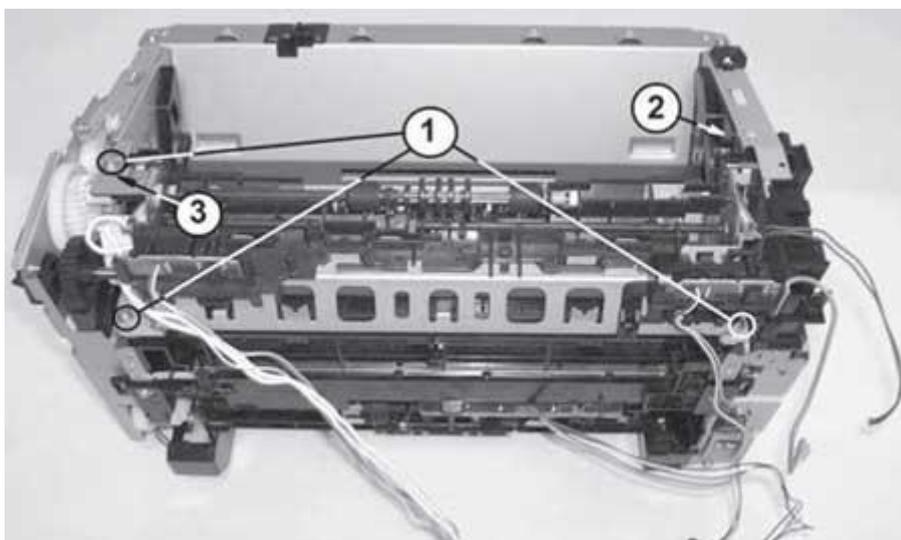

Рис. 9. Демонтаж узла термозакрепления
3. Устанавливают рычаги прижима в рабочее положение. Откручивают три винта крепления (рис. 9, поз. 1) и снимают узел термозакрепления в сборе. При снятии сначала приподнимают правую сторону до выхода пластмассовых фиксаторов из пазов (поз. 2). Затем приподнимают левую сторону до выхода паза с фиксатора, расположенного с левой стороны (поз. 3).